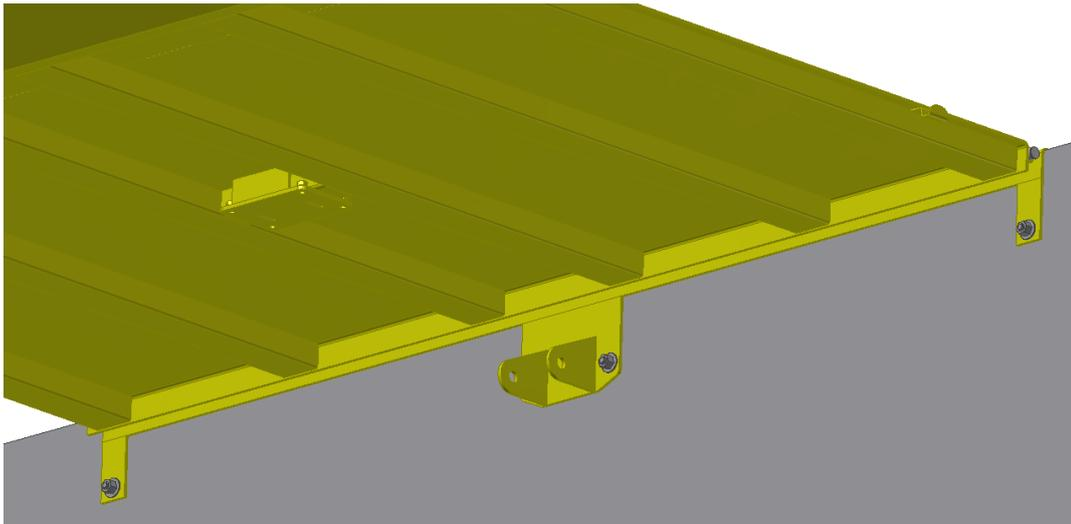

Figura 9: Aplicação dos chumbadores na parede da doca
-Após a fixação dos chumbadores superiores no piso da doca, devem ser aplicados os chumbadores tipo PBA nas furações disponíveis junto à parede da doca (Figura 9). A furação para aplicação dos chumbadores deve ser realizada transpassando a furação existente na estrutura da niveladora de docas, os quais podem variar de acordo com cada configuração de equipamento. Para esta furação utilizar a broca de 13mm com profundidade de furo de 100mm.